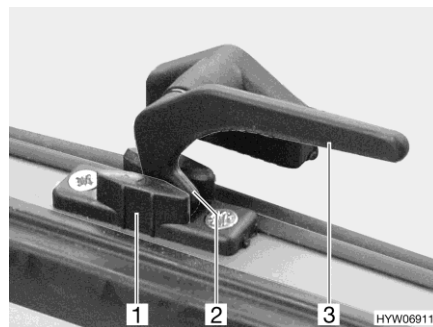

Fig. 45 Levier de verrouillage en position "Aération permanente"
- En position "Aération permanente" (Fig. 45)
- Tourner tous les leviers de verrouillage (Fig. 45,3) d'un quart de tour vers le centre de la fenêtre.
- Remettre tous les leviers de verrouillage en position initiale. Le tenon de verrouillage (Fig. 45,2) doit pénétrer alors dans le logement prévu à cet effet dans le verrouillage de fenêtre (Fig. 45,1).